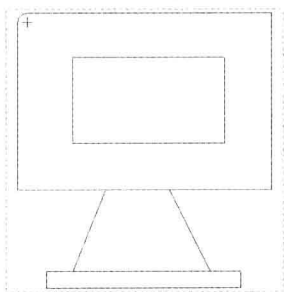

图 2-91 绘制圆角
Step 03 在绘图区左上方的水平和垂直直线上依次单击鼠标左键，绘制圆角，如图 2-91 所示。